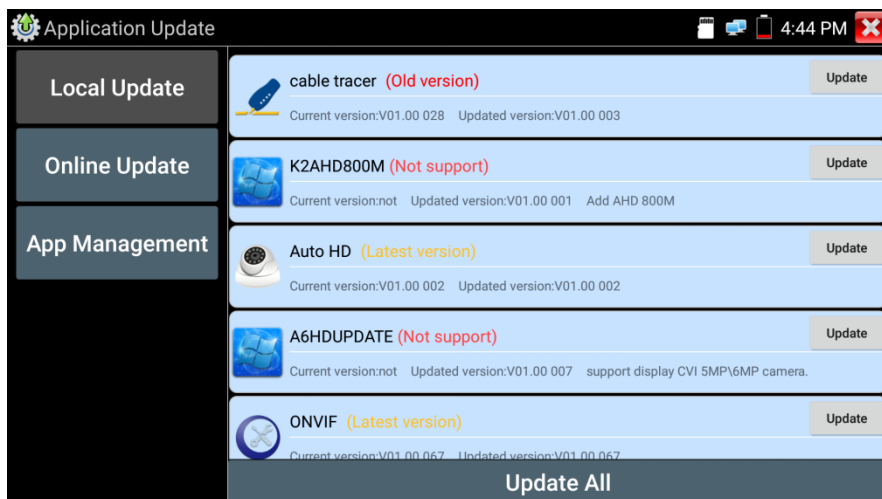

Рис. 128 Интерфейс приложения «Обновление» (Update)
1. Скопируйте файл обновления, заранее скачанный с сайта WWW.TEZTER.RU на карту памяти в директорию Update. Если такой директории на карте памяти нет, создайте ее самостоятельно. Найдите ярлык приложения «Обновление» (Application Update) на рабочем столе тестера и запустите его, рис. 128